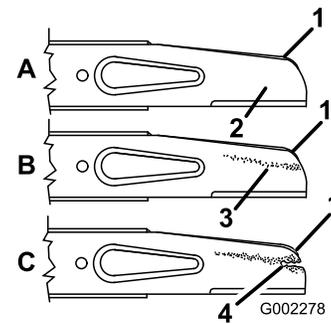

Figure 26
2. Enlevez les écrous, l'accélérateur et la lame (Figure 26).